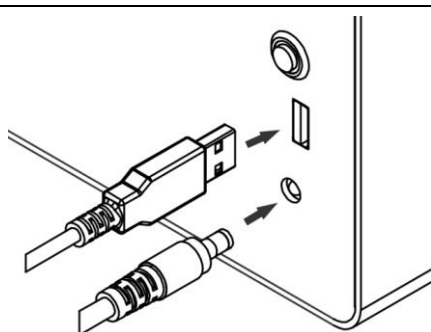

Fig. 12
a. Conectar o plug do cabo USB na entrada USB do equipamento. Após, conectar o cabo de força no conector de energia do vivante PS, conforme Fig.12.